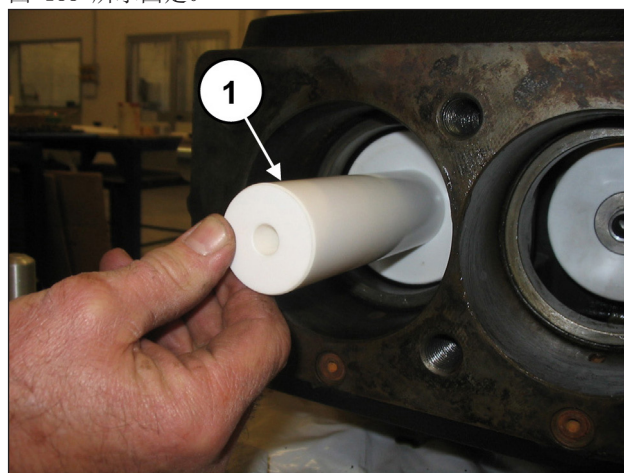
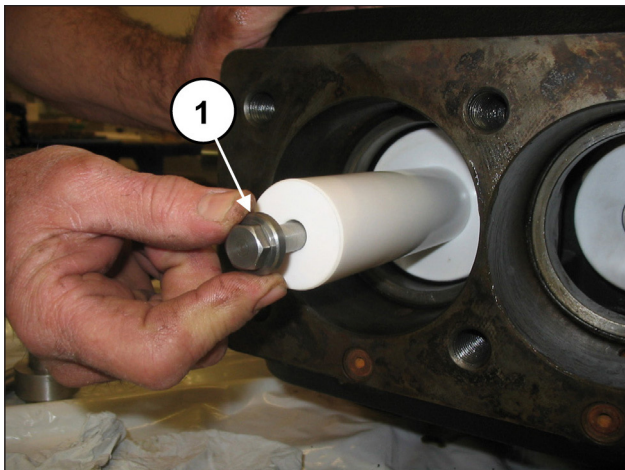

图 182
图 183
将柱塞安装在相应的导承上(①, 图 182)并如 ①, 图 183 所示固定。